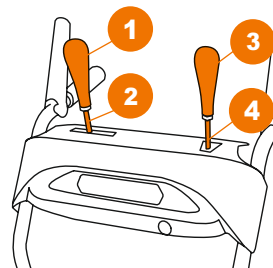

Рис. 5
• Закрепите рукоятку рычага выбора передач (1) к штанге управления передачами (2) (Рис. 5).
• Закрепите рукоятку рычага управления дальностью выброса (3) к рычагу управления выбросом (4) (Рис. 5).